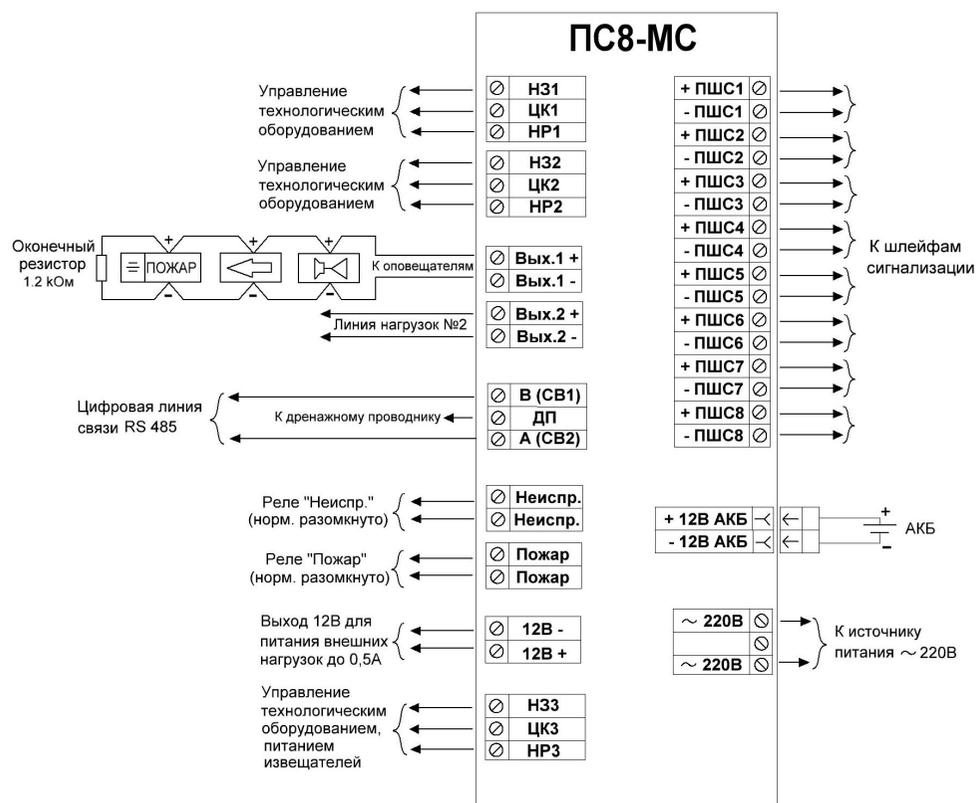

Рис.12 – Монтажная схема ПК8-МС
- ❖ произведите подключение цепей согласно монтажной схемы (Рис.12). Подключение извещателей пожарных дымовых линейных с питанием по отдельной линии осуществляется согласно схеме на рисунке 13. Используемое при этом реле для отключения питания при верификации должно быть соответствующим образом сконфигурировано (раздел 7).